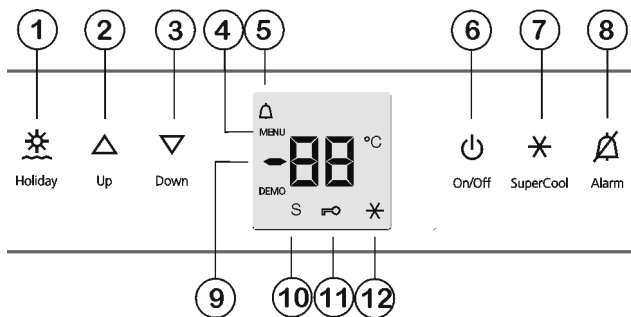

Fig. 2
- ▶ presione la tecla On/Off Fig. 2 (6).